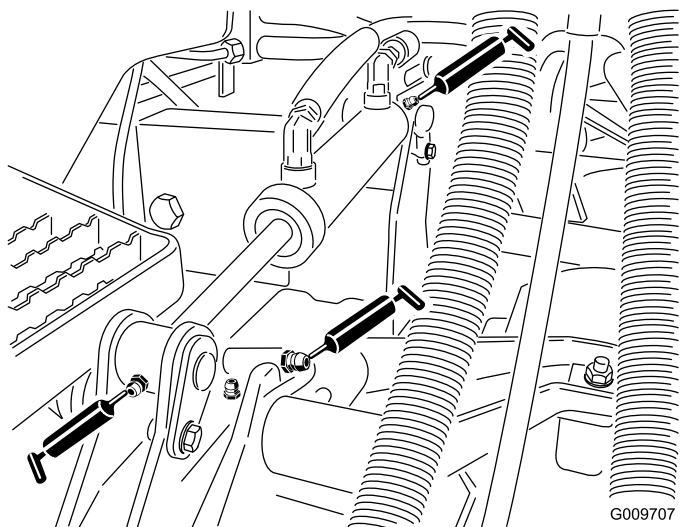

図 39
- 図 39に示す、昇降アームのブッシュカッティングユニット 1 台に 1 ヶ所
- 図 39に示す、昇降シリンダのブッシュカッティングユニット 1 台に 2 ヶ所